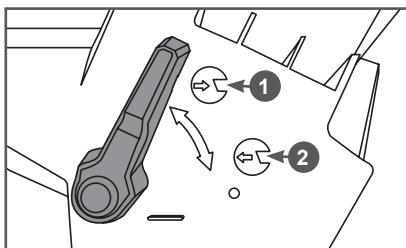

Рис. 8 Положения рычага переключения режимов работы
- определить режимы/режимы использования устройства. Переключение режима работы (воздуходувка или пылесос) осуществляется переключателем 1 (Рис. 8).